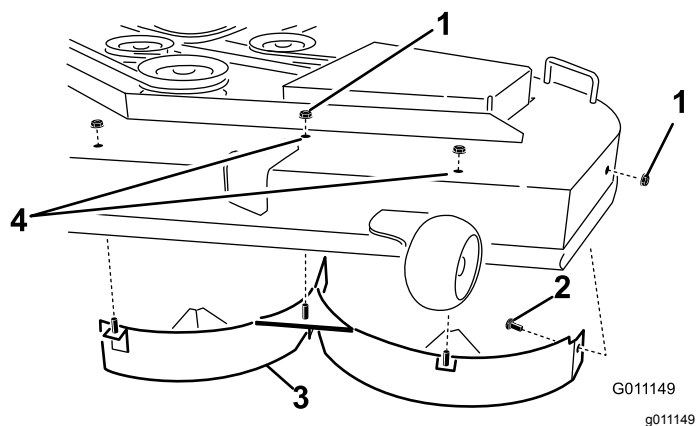

Figure 28
dessus du plateau de coupe, au centre et à gauche du centre (Figure 28).
6. Déposez le déflecteur gauche du plateau de coupe, comme montré à la Figure 28.